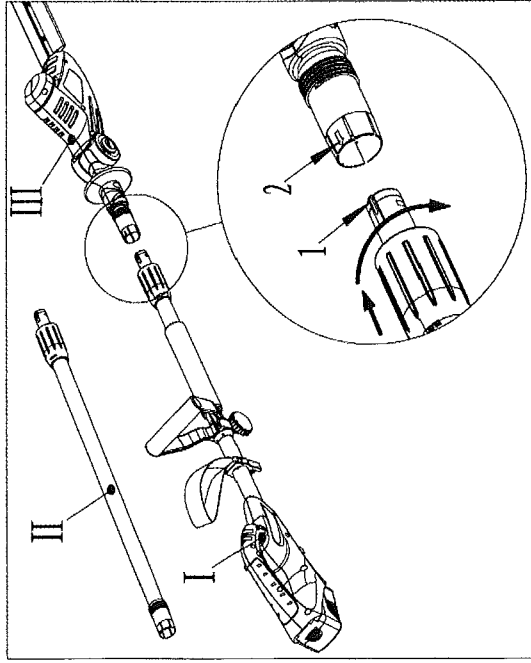

Abbildung 22
1. Im eingerasteten Zustand zeigt Pfeil 1 auf Pfeil 2, und die Teile müssen vollständig ineinander eingerastet sein, wie in Abbildung 22 gezeigt.